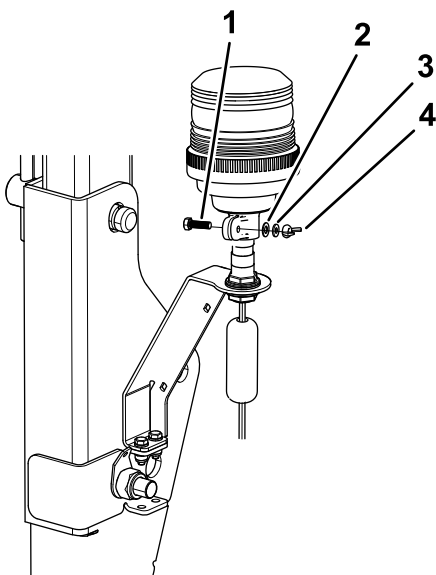

Figura 14
6. Apriete la tuerca de orejeta de la abrazadera (Figura 14).